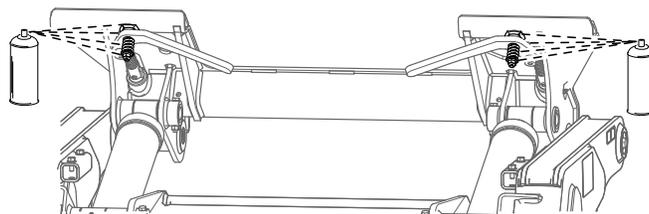

Рисунок 50
7. Смажьте быстроразъемные рычаги смазкой из распылителя (Рисунок 50).